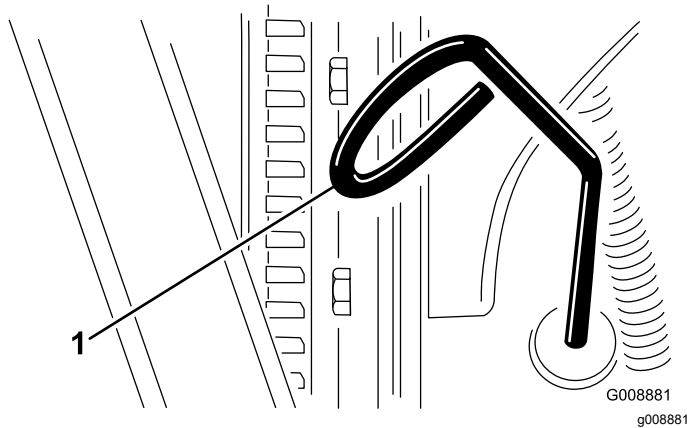

Bild 54
3. Entfernen Sie den Peilstab, wischen ihn ab und führen ihn wieder in das Rohr ein; ziehen Sie ihn dann wieder heraus. Der Ölstand sollte zwischen der NACHFÜLL- und VOLL-Markierung sein (Bild 54).
4. Wenn der Ölstand niedrig ist, entfernen Sie den Einfülldeckel und füllen Sie Öl ein, bis der Stand zwischen der VOLL- und NACHFÜLL-Markierung liegt (Bild 54).